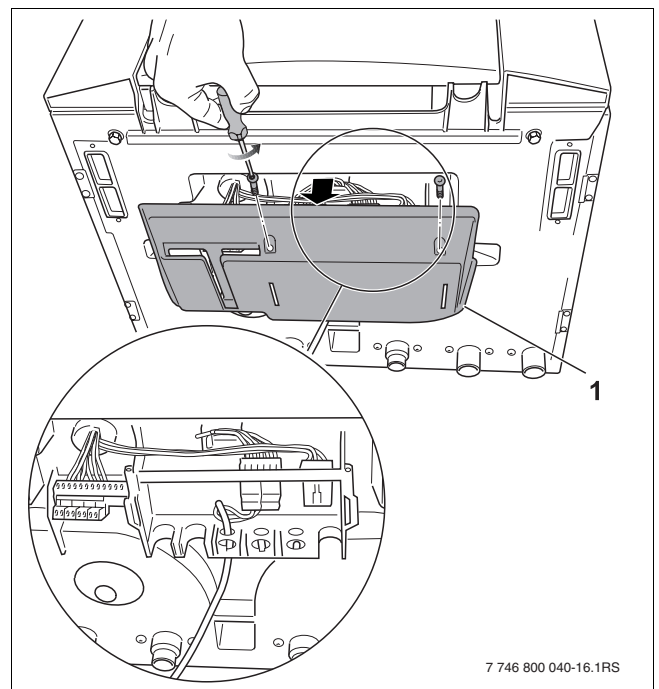

Fig. 30 Aansluitstrook Nefit TopLine HR en Nefit TopLine AquaPower Plus HRC
- Verwijder de beschermkap om toegang te krijgen (→ fig. 30, **pos. 1**), indien aanwezig.